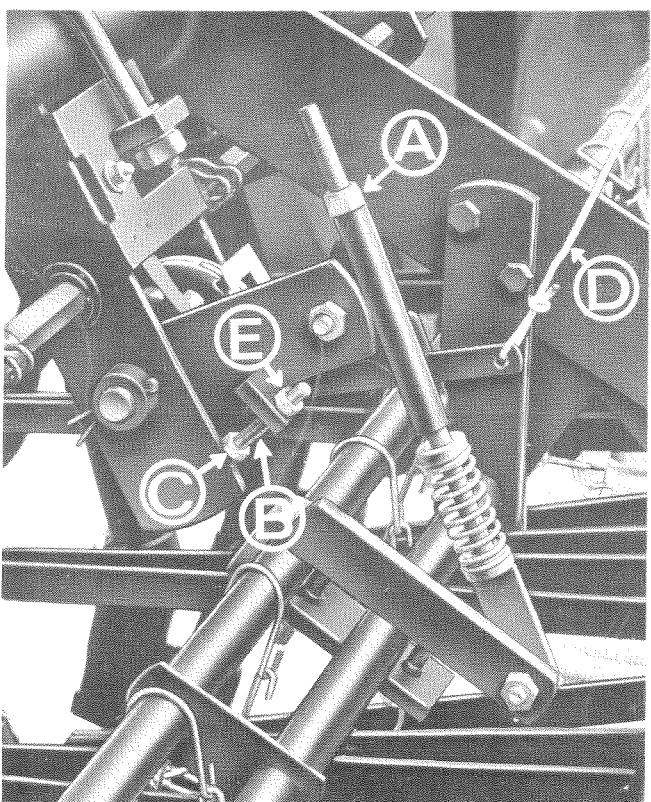

Fig. 12
Ønskes lukkeanordningen sat ud af funktion, f.eks. ved påfyldning af såmateriale, trækkes i snoren D, fig. 12, medens maskinen løftes.
Soll die Automatik ausser Betrieb gesetzt werden, z.B. bei Auffüllung von Saatgut, wird an der Schnur D, Bild 12, gezogen, während die Maschine gehoben wird.
Si l'on veut supprimer le jalonnage (par exemple lors du remplissage de la trémie) tirer la corde D, figure 12, au moment du relevage du semoir.
1. kan det skyldes, at stilleskruen B, fig. 12, ikke bliver ført helt ned mod punktet C, fig. 12. Når løftevippen går mod øverste stop, se fig. 11. Er dette tilfældet, spændes møtrikken A, fig. 12, ned, indtil stilleskruen B går mod punktet C. Herefter spændes møtrikken yderligere en omgang.
2. Kontrollér herefter, om fjederen A, fig. 9, låser palhjulet. Armen B skal føre palhjulet 2-3 mm forbi enden af fjederen A. Dette justeres ved at løsne møtrikken E, fig. 12, og dreje skruen B opefter. (Husk at låse med møtrikken E).
Herefter løsnes bolten G, fig. 9, og pladen drejes, til tallet på skiven står midt i det firkantede hul, og bolten G spændes igen. Efter denne justering må stilleskruen B, og møtrikken A, fig. 12, atter justeres.
1. kann es davon herrühren, dass die Stellschraube B, Bild 12, nicht ganz gegen den Punkt C, Bild 12, herabgeführt wird und die Kippwelle den oberen Anschlag berührt, siehe Bild 11. Ist dieses der Fall, wird die Mutter A, Bild 12, herabgespannt, bis die Stellschraube B den Punkt C berührt. Danach der Mutter noch eine ganze Umdrehung geben.
beiführen. Dieses wird justiert, dadurch dass man die Mutter E, Bild 12, löst, und die Schraube B nach oben dreht. (Vergessen Sie nicht, mit der Mutter E zu verschliessen).
Danach den Bolzen G lösen, und die Platte drehen, bis die Zahl auf der Scheibe in der Mitte des viereckigen Lochs steht, und den Bolzen G wieder spannen. Nach dieser Justierung müssen die Stellschraube B, Bild 12, und die Mutter A wieder nachgestellt werden.
1. Il se peut que la vis de réglage B, figure 12, ne soit pas totalement en contact avec le point C, figure 12, lorsque le culbuteur de rélevage touche la butée supérieure, voir figure 11.
S'il en est ainsi, visser l'écrou A, figure 12, jusqu'à ce que la vis B touche le point C. Puis donner à l'écrou A un tour supplémentaire.
2. Puis vérifier que le ressort A, figure 9, verrouille la roue à cliquet. Le bras B doit entraîner la roue à cliquet 2 à 3 mm au delà du bout du ressort A. Le réglage se fait en desserrant l'écrou E, figure 12, et en tournant la vis B vers le haut (veiller à bloquer l'écrou E).
Puis desserrer le boulon G, figure 9, tourner la plaque jusqu'à ce que le chiffre du cadran soit au milieu de la fenêtre carrée. Resserrer le boulon G. Ce réglage effectué, il convient de régler à nouveau la vis de réglage B et l'écrou A, figure 12.